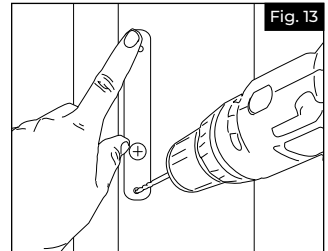

Fig. 13
- a. Una vez que se hayan instalado las bisagras y el portón esté alineado, coloque la plantilla del cerrojo a la altura deseada en el borde del poste más cercano al portón. Marque y taladre los agujeros con una broca de  $\frac{5}{8}$ " (16 mm) para el agujero central y con una broca de  $\frac{3}{32}$ " (2,4 mm) para los agujeros superior e inferior (Fig. 13).